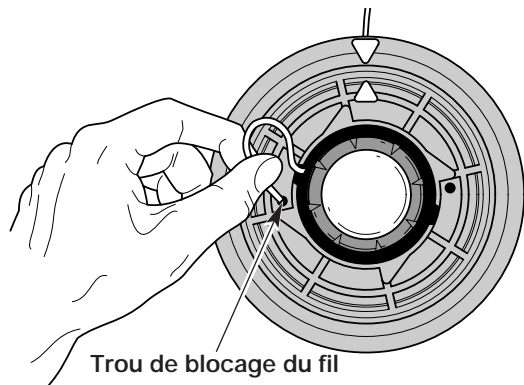

Figure 17
5. Insérez le fil dans le trou de blocage. N'enfonchez pas le fil de plus de 12,7 mm (1/2 po) dans le trou. S'il est inséré correctement, le fil forme une petite boucle (Fig. 17).